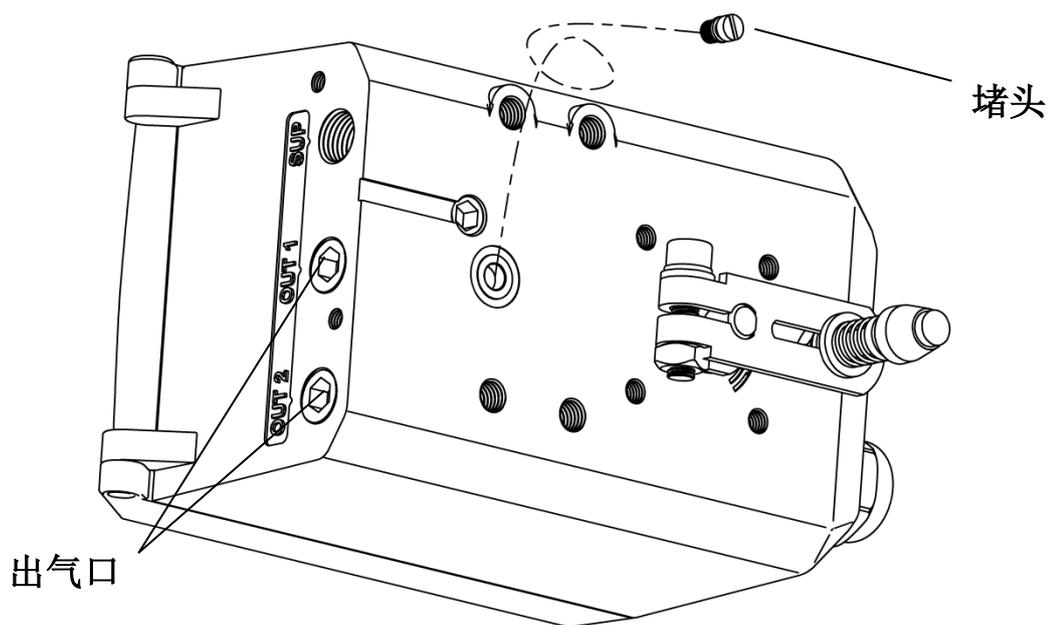

图29. 堵头和出气口示意图
- 用一字螺丝刀拆除壳体背面的无管路连接口的堵头，用 1/4”堵头堵住出气口 OUT1 和 OUT2。如图 29 所示。